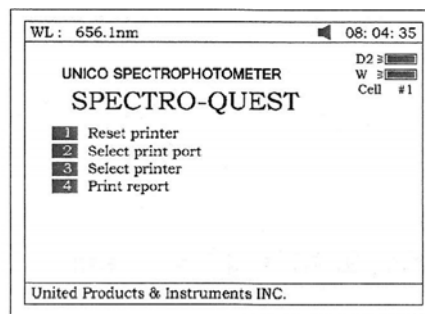
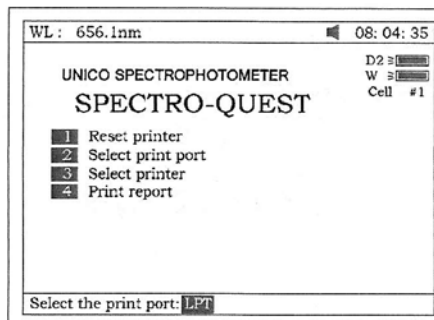
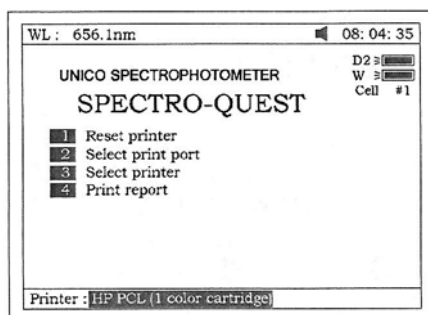
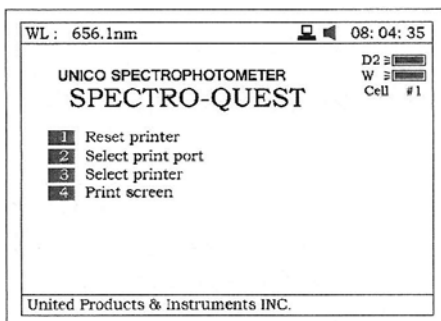

Fig 75
Fig 76
Fig 77
Fig 78
Presione [2] para ajustar la impresora (Fig 75). [ESC/STOP] para salir.
1. Presione [1] en la Fig 75 para reajustar la impresora.
2. Presione [2] en la Fig 75 para seleccionar el puerto de la impresora (LPT o Comm., Fig 76).
3. Presione [3] en la Fig 75 para seleccionar la impresora (HP PCL (1 cartucho de color), PCL (modo negro), Epson ESC/P o Epson/P2 o superior, Fig 77).
4. Presione [4] en la Fig 75 para seleccionar el modo de la impresora. Si usted selecciona el modo “Print Screen” un pequeño ícono será mostrado en la línea tope de la pantalla (Fig 78). Si usted selecciona el modo “Print report”, el pequeño ícono desaparecerá.